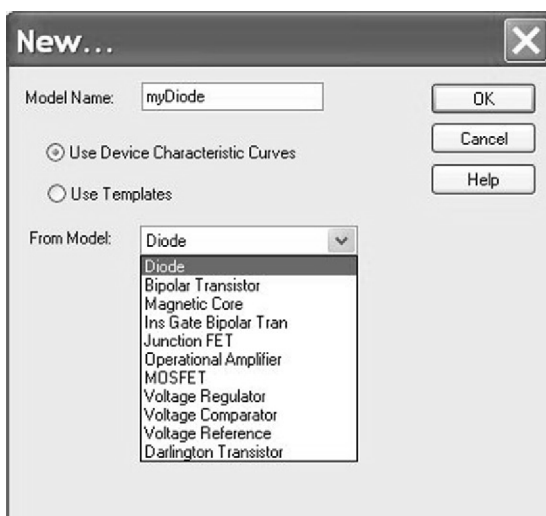

图 16.27 建立新的 PSpice 模型
2. 选择 **Model > New**，然后在图 16.27 所示的窗口中输入模型名称，并且在下拉菜单中选择模型类型。